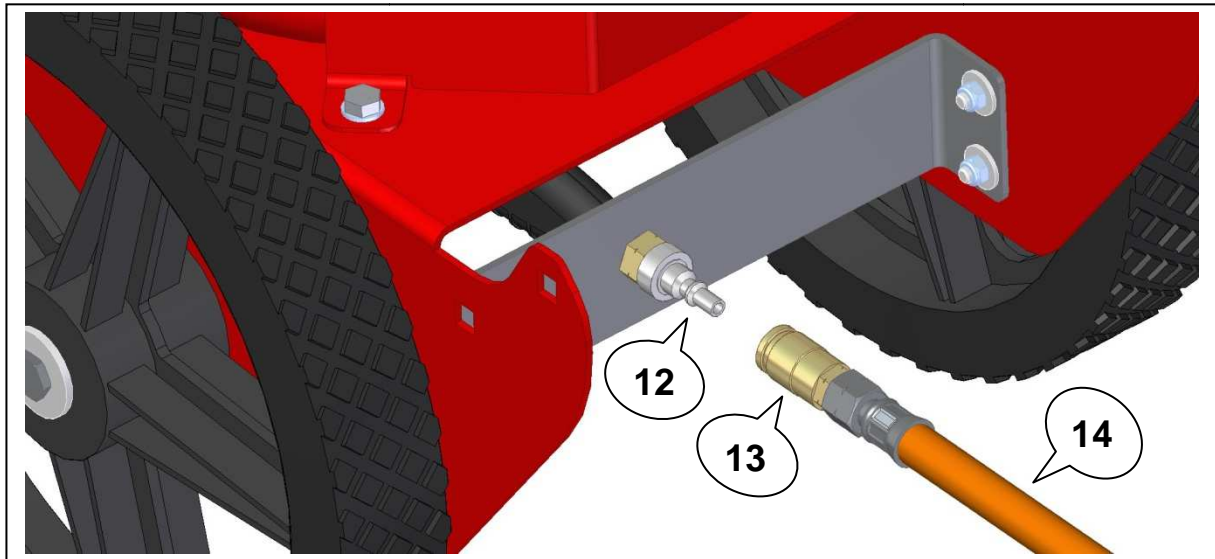

Abbildung 2
1. Schieben Sie die Entriegelung der Steckkupplung (Pos. 13) nach vorne (siehe Abbildung 2).